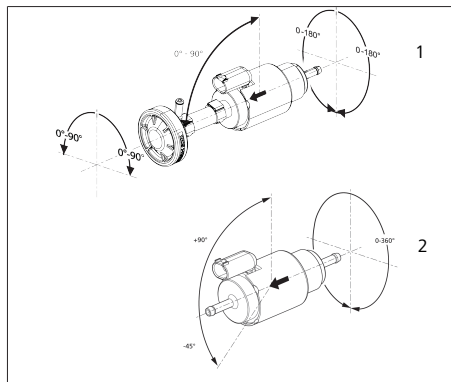

Abb. 12 Zulässige Einbaulage Kraftstoffpumpe
- ▶ Korrekte Einbaulage sicherstellen (siehe Abb. 12).